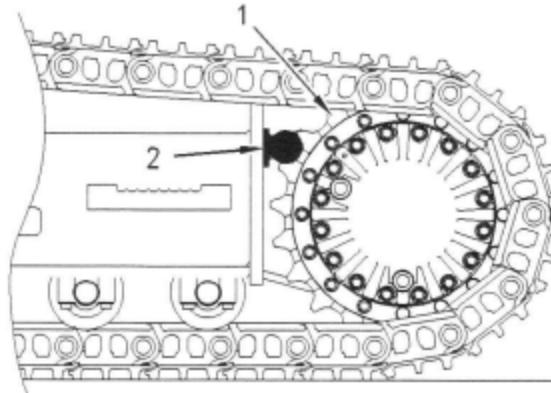

Рис. 39
- (1) Звездочка
- (2) Траковый блок FT-2547
3. Установите траковый блок (2) в звездочку (1) для того, чтобы заблокировать движение левой гусеницы вперед. Смотрите рисунок 39.